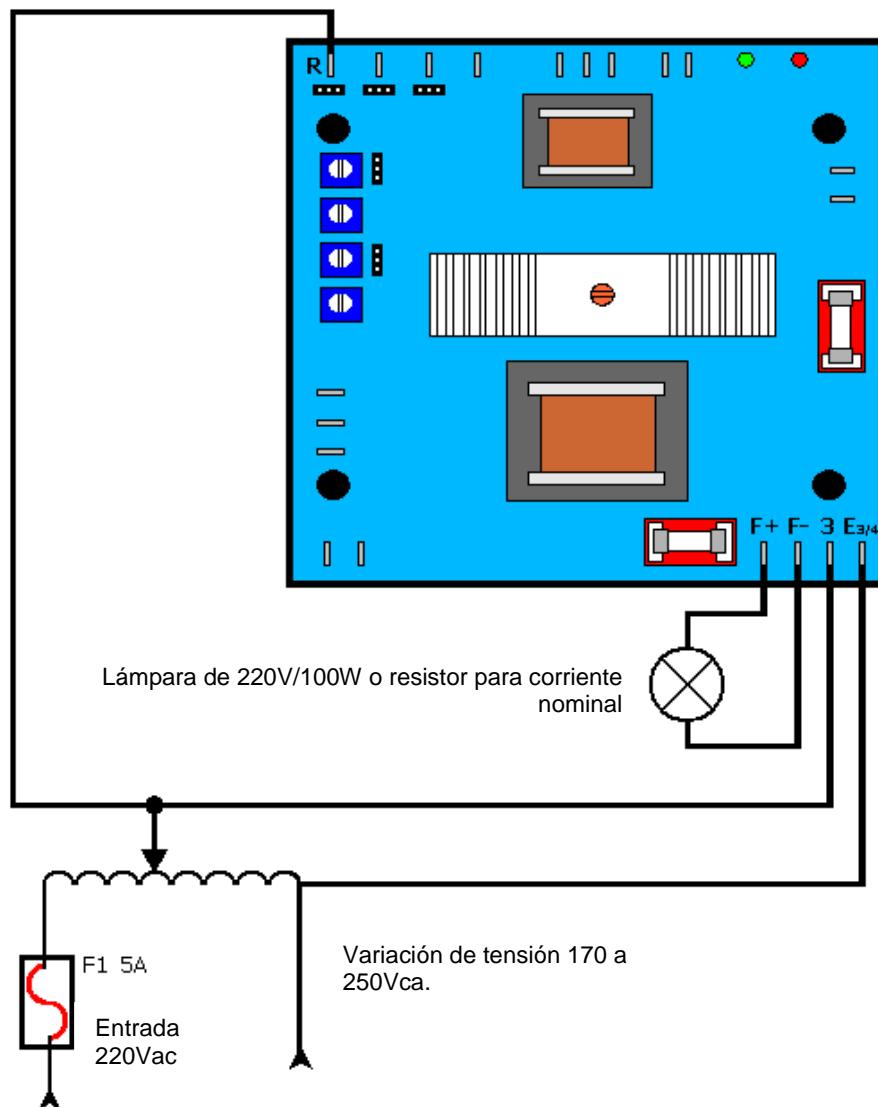

Figura 20.1 - Conexión del regulador sin generador.
1. La tensión de la lámpara debe ser igual o superior a la tensión aplicada en la entrada. La figura 20.1 muestra un ejemplo utilizando una lámpara de 220V/100W.
21. DIMENSIONES DE LOS MODELOS WRGA-02 /D (MM)